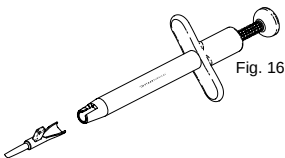

Fig. 16
1. Skyd patronen ind i forenden på injektoren, og lås den lodrette tap på plads. (Fig. 16 og 17)